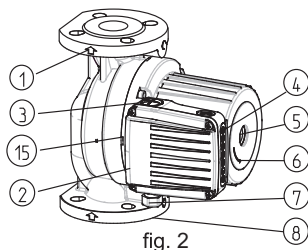

fig. 2
Pilen på pumphuset indikerar flödesriktningen (fig. 2 - POS. 1).
Det övre locket ska skruvas av innan anslutningen görs (fig. 2 - POS. 2).
För att ändra pumpkapasitet (Tryckhöjd) efter behov är det nödvändigt att ta bort det övre locket (Fig.2 – POS.2). För att ändra hastighet förflytta hastighetsväljaren (Fig.4 Sid 44) till önskat varvtal.
- skruva av avluftningspluggen och vrid pumpaxeln med en skruvmejsel (fig. 2-POS.5) tills pumpen frigörs,